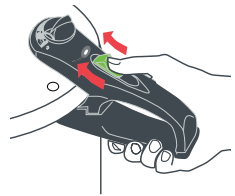

Fig.4
4. Depois de ter libertado a pressão e quando o indicador de pressão tiver descido, desloque o botão de abertura para a frente (Fig. 4). Segure a asa da panela com a mão esquerda e deslize a tampa para a direita com a mão direita. Ainda que toda a pressão já tenha sido libertada, nunca abra a panela virada para o seu rosto, dado que ainda pode restar vapor muito quente no interior. Para evitar o risco de queimaduras, deixe cair as gotas de água condensada da tampa para a panela.